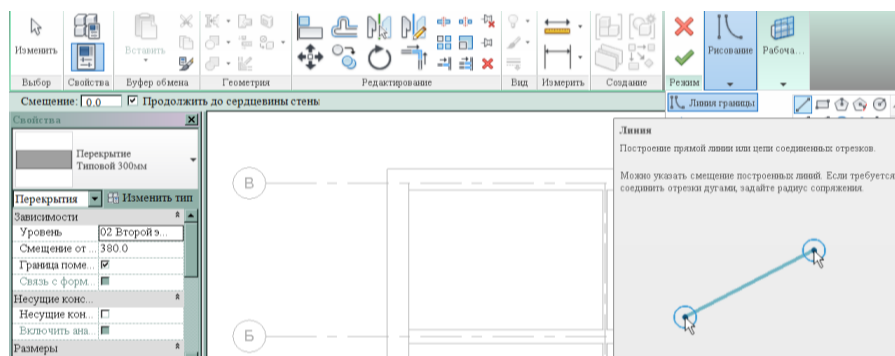

Рис.43
4. Выбрать инструмент для рисования **Линия** (рис.43).